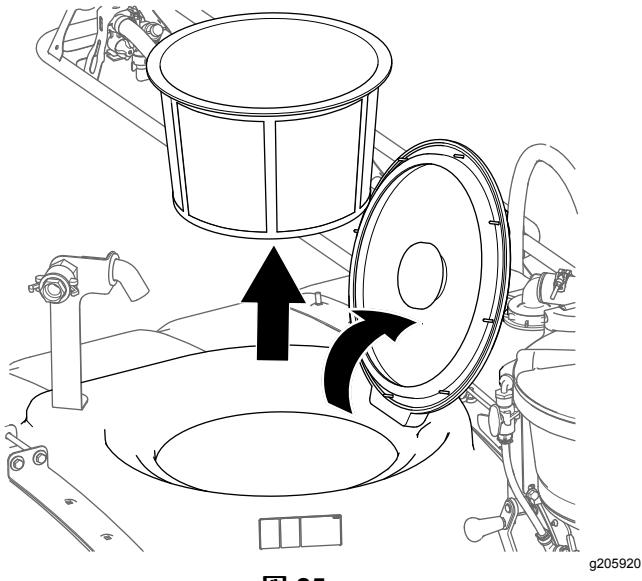

図 25
1. メインタンクの蓋を開けてフィルタバスケットを取り外す図 25。